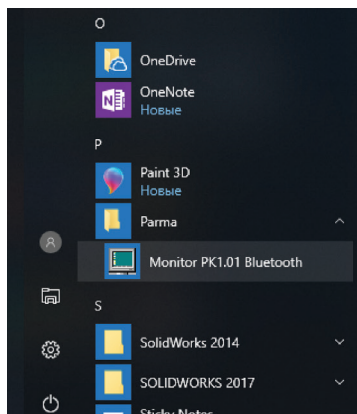

Рисунок 20
6.4.8 Программа установки добавит значки для запуска ПО «Монитор РК1.01» из меню программ. По умолчанию создается каталог с именем «Парма РК1.01» рисунок 20.